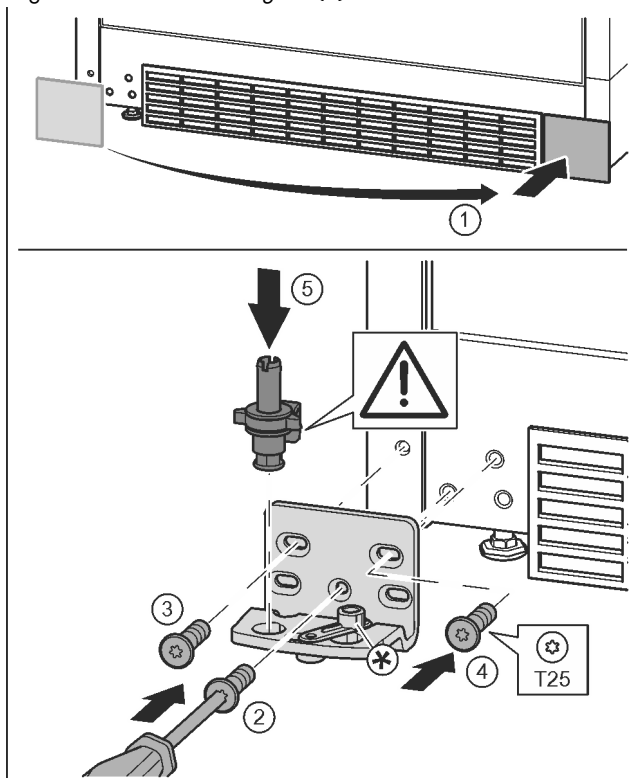

Fig. 17
- Abdeckung abnehmen und auf der anderen Seite anbringen. Fig. 17 (1)
- Lagerbock auf der anderen Seite ansetzen und mit Hilfe eines Schraubendrehers T25 anschrauben. Mit Schraube 2 unten in der Mitte beginnen. Fig. 17 (2)
- Schraube 3 und 4 festschrauben. Fig. 17 (3, 4)
- Lagerbolzen komplett einsetzen. Dabei darauf achten, dass der Rastnocken nach hinten zeigt. Fig. 17 (5)